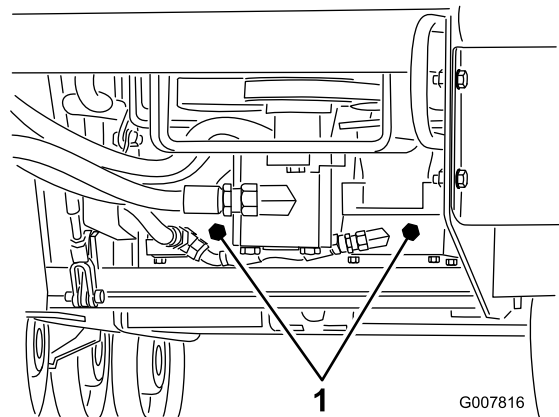

Figura 22
3. Usando una llave inglesa, gire las v lvulas de remolcado de las bombas hidr ulicas dos vueltas en el sentido contrario a las agujas del reloj (Figura 22).